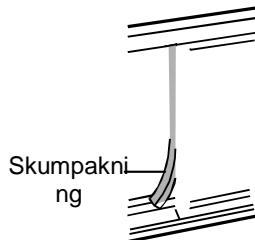

Fig.15
5. Skær skumpakningen til en passende længde, og forsegl mellemrummet mellem toppen af den øverste vinduesramme og den ydre vinduesramme. Vist som i Fig.15.